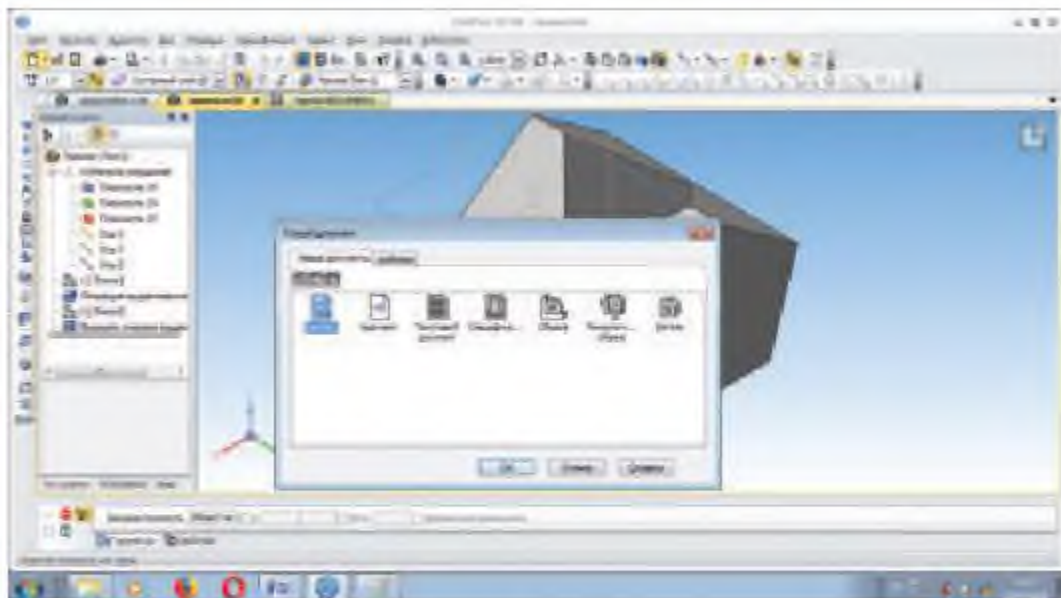

Рис. 16.1
1. Вначале готовим чертежный лист, чтобы начать новый чертёж (рис. 16.1).